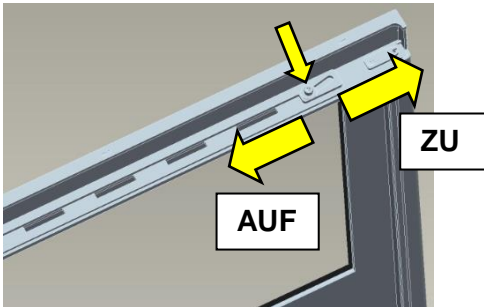

Abb. 18: Sekundärluftschieber
Der „myCastle“ besitzt einen Sekundärluftschieber. Dieser befindet sich auf der Innenseite der Feuerraumtür (Abb. 18). Zum Vergrößern der Luftquerschnitte muss die linke und rechte Schraube des Schiebers gelöst und der Schieber verstellt werden.
- Speziell Scheibenluftquerschnitt (Abb. 18 auf Seite 17) nie ganz schließen, da dann keine Scheibenspülung mehr auf die Sichtscheibe kommt.